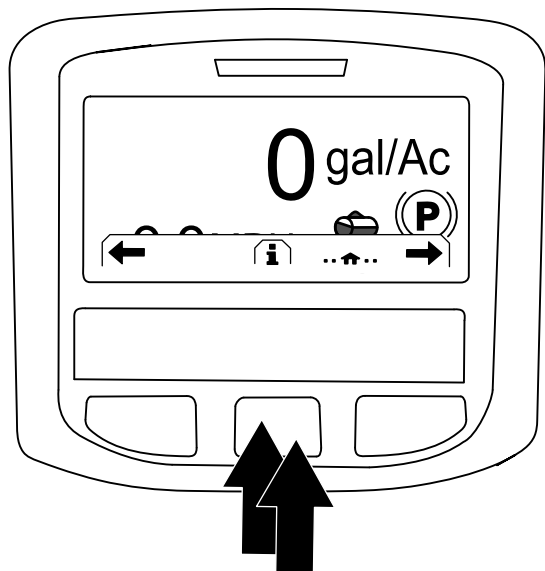

Figura 224
2. Nella schermata Home, premete il pulsante centrale sull'InfoCenter per accedere alla schermata di navigazione (Figura 224).
3. Premete il pulsante centrale sull'InfoCenter per accedere al menu principale (Figura 224).